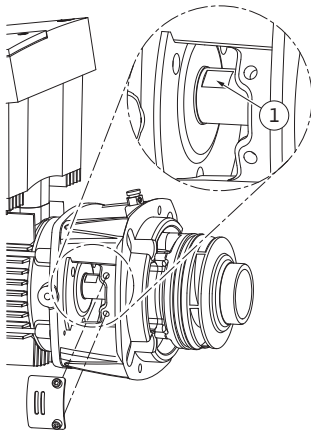

Fig. 52: Schlüsselflächen auf der Welle
15. Einen Maulschlüssel, optimale Schlüsselweite 22, mm in das Laternenfenster einführen und die Welle an den Schlüsselflächen festhalten (Fig. 52, Pos. 1). Die Laufradmutter (Fig. 7, Pos. 15) ausdrehen. Das Laufrad (Fig. 7, Pos. 16) wird automatisch von der Welle abgezogen.
24. Bei der Laufradmontage einen Maulschlüssel, optimale Schlüsselweite 22 mm, in das Laternenfenster einführen und die Welle an den Schlüsselflächen festhalten (Fig. 52, Pos. 1).